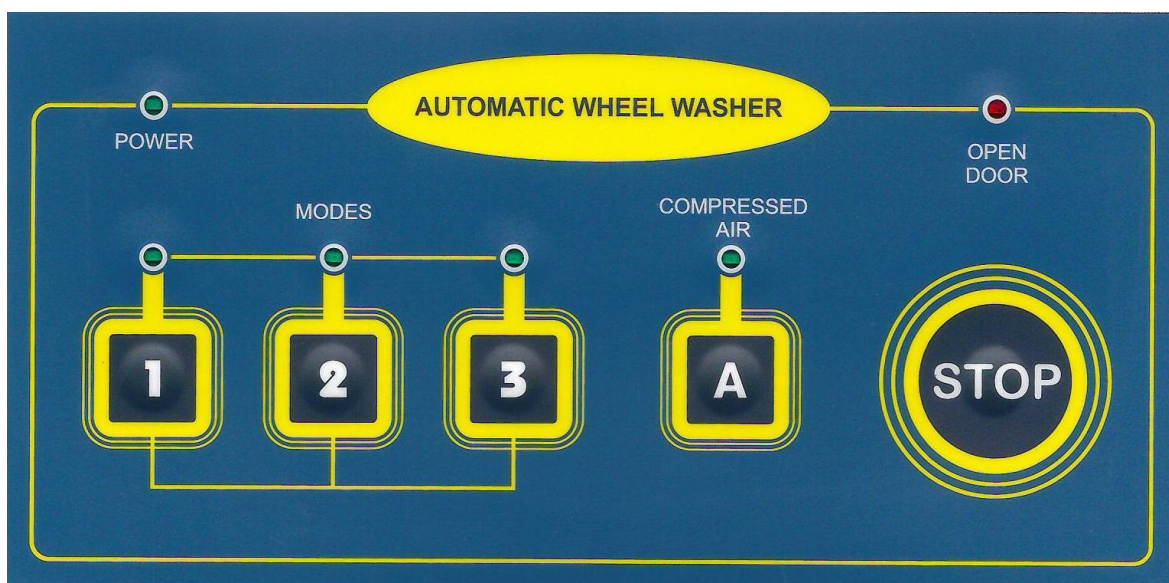

Рис. 5. Панель пленочная.
4.4. Наполнить ванну водой не ниже и не выше 3см отметки красного указателя, который расположен внизу моечного отделения между валами рис. 5
4.10. Снять крышку с электротехнического отделения, потянув ее вверх и на себя, и визуально проверить работу стенда, нажав на одну из кнопок программ мойки, расположенных на кнопочной (пленочной) панели управления (рис.5). **Вал электродвигателя привода колеса должен вращаться по часовой стрелке.** Работу насоса слышно по шуму воды внутри моечного отделения. По окончании программы мойки, привод колеса продолжает вращаться и срабатывает электромагнитный клапан подачи воздуха, обдув происходит в течение 15с. После этого привод колеса отключается.